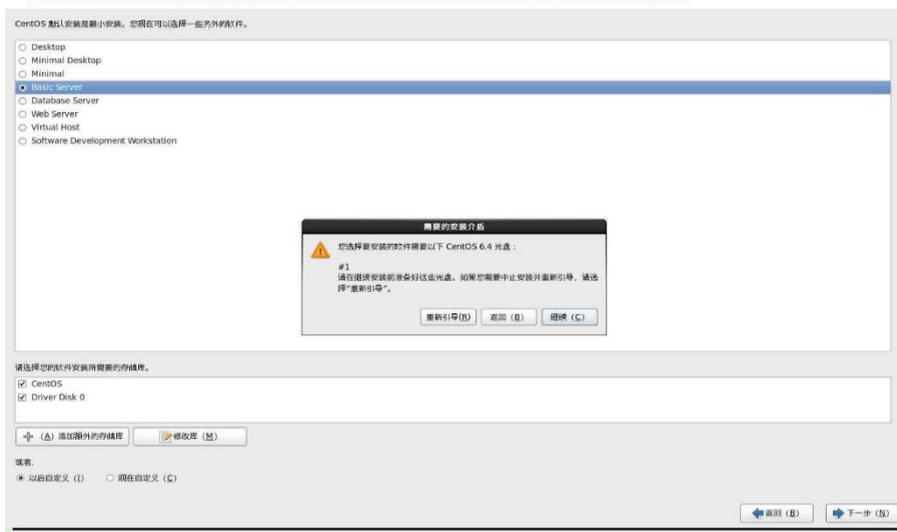

图 6-40
- u. 单击下一步，系统提示准备好安装介质光盘，如图 6-40 所示。